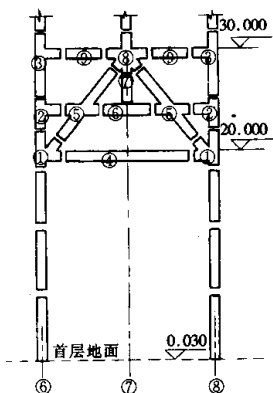

图 2 转换桁架
主入口的中庭，设计为 2 个轴距宽（ 2×8.6 m）、5 个轴距长（ 5×8.6 m）的长方形的空间。根据建筑设计要求，庭内不能设置柱子，空间高达 5 层，净空 30 m，致使⑦轴柱体（图 2）不能落地，该位置采用转换桁架，以承担⑦轴柱 7 ~ 53 层所有荷载。
⑥轴及⑧轴的劲性柱①②③构件分别作为裙楼和主楼的结构体系先施工到标高 30.000 m 处,并与各层梁板体系结合为一体,浇筑柱内混凝土。此时劲性柱也是桁架的一部分,与横梁、斜撑和大节点构成桁架。图 2 中构件编号即为安装序号。由于构件较大较重(整榀桁架重近 100 t),桁架只能在厂内分段制作,空中拼装,现场施工的难点是⑤号斜撑成为缺少支点的构件。
此杆件下端与劲性柱上连带的牛腿相连,上端是自由端,且有出平面的趋势。故在距上端 $1/3$ 杆长标高处,从⑥~⑧之间安装 1 根 40 号工字钢,在与斜杆相交处同斜杆做临时连接支撑,以防拼接阶段出平面失稳。连接顺序是先将斜撑下端用连接板与牛腿相连;再用手动葫芦将自由端与构件③劲性柱(届时柱已具有足够抗位移的刚度)相连,拉动手动葫芦调整斜撑到设计角度;最后与工字钢做稳定连接。该杆件暂不动,采用同样方法安装另一斜撑,按图 2 所示顺序依次拼装完毕。